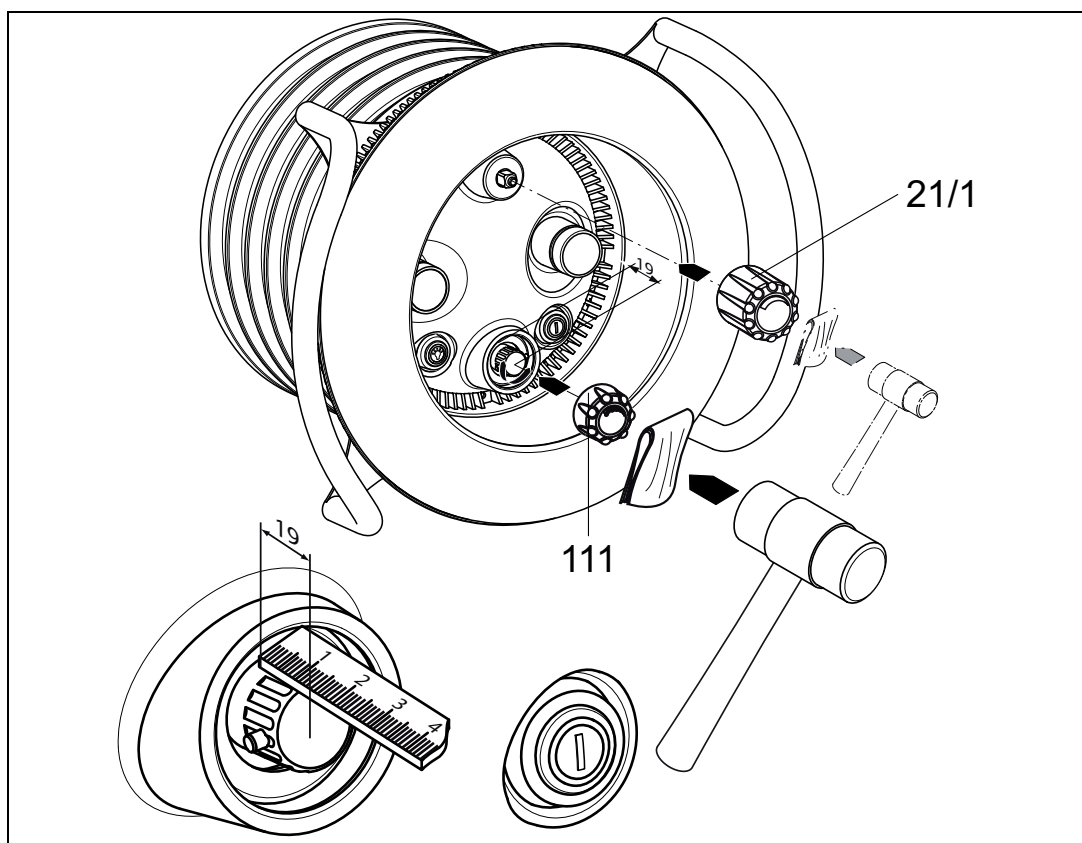

Fig. 13
12. Fixer le bouton de régulation de débit (**21/1**) et de régulation d'air (**111**) à l'aide d'un marteau en caoutchouc et d'un tissu de protection (*Fig. 13*).